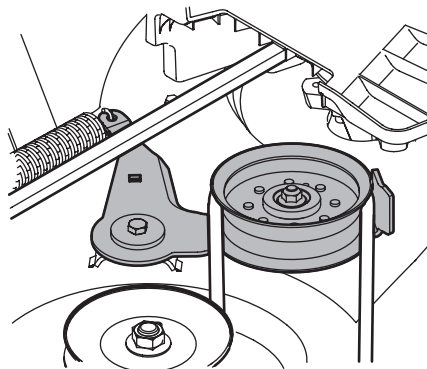

Figura 4-3
8. Desde el lado derecho del tractor, inserte una llave de trinquete de  $\frac{3}{8}$ ", regulada para *ajustar*, en el orificio cuadrado del la polea loca. Vea la Figura 4-3.
9. Pivote la llave hacia adelante para mover la polea de transmisión de la plataforma hacia adelante. Vea la Figura 4-3.
3. Extraiga la tuerca de brida hexagonal que asegura la cuchilla al montaje del husillo. Vea la Figura 4-3.